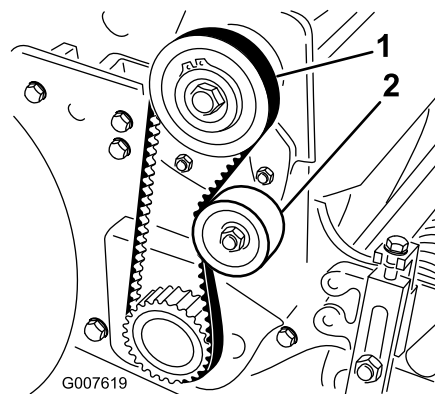

Рисунок 36
2. Проверьте натяжение, приложив к ремню посередине между шкивами (Рисунок 36) усилие 18 – 22 Н. Ремень должен прогнуться на 6 мм.
стрелке к обратной стороне ремня, пока не будет получено требуемое натяжение (Рисунок 36).